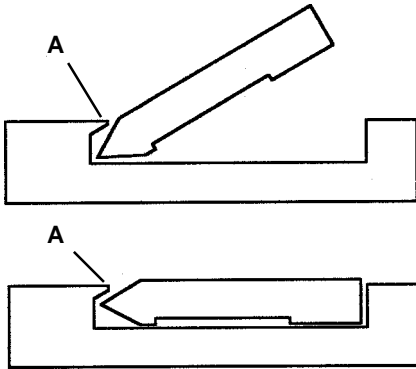

Figura 3
3. Sujete una pila completa de Puntos para los Marcos en un ángulo con la pega hacia abajo, y el extremo afilado de los puntos bajo el labio de la ranura del cargador, como se muestra en **A** en la Figura 3.